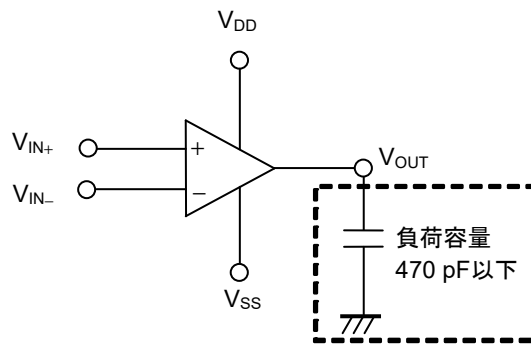
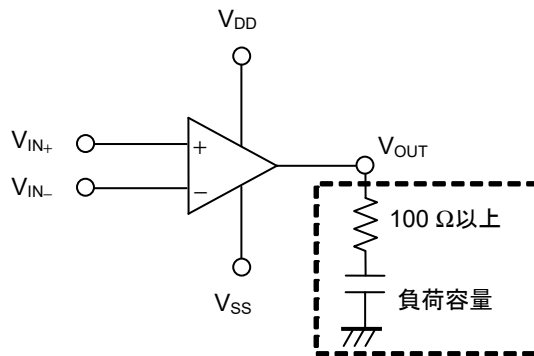
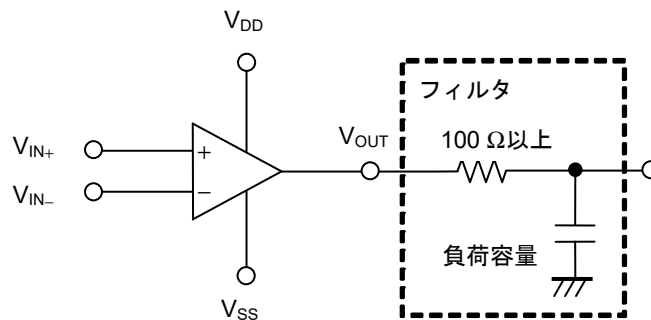

図15
図16
図17
- ・ 図15に示すように、本ICの出力端子に470 pF以下の負荷容量が直接接続された状態でも、安定した動作が可能です。470 pFよりも大きい負荷容量を接続する場合には、図16に示すように100 Ω以上の抵抗を接続してください。また、ノイズ対策としてフィルタを接続する場合においても、470 pFよりも大きい負荷容量を接続する場合には、図17に示すように100 Ω以上の抵抗を接続してください。